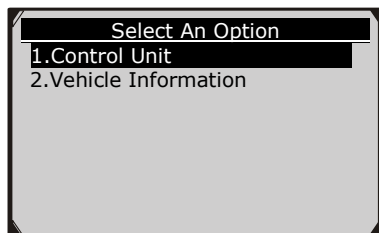

Figura 6.17
- 10) Seleccione el elemento deseado para obtener información sobre la pantalla de menú de opciones. (Figura 6.17)